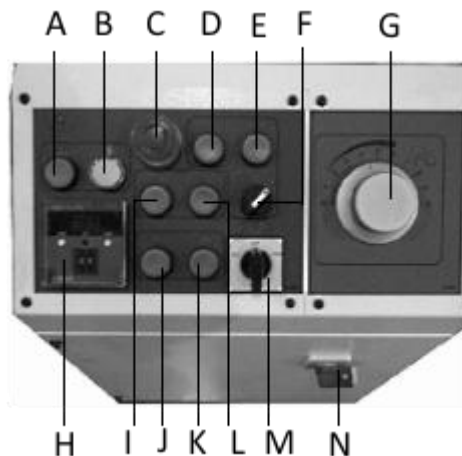

Рис.2
Переведите главный выключатель (N, рис.2) в положение «ON». Загорится индикатор сети (B, рис.2)
Нажмите кнопку (A, рис.2) для включения насоса гидростанции.
Нажмите кнопку (I) для автоматического подъема пильной рамы до касания концевого выключателя подъема. Если пильная рама не поднимается, проверьте правильность подключения проводки. Раскройте тиски, нажатием кнопки (K, рис. 2). Разместите заготовку в тисках, зажмите заготовку (J) При нажатии на кнопку.
Переведите выключатель (F, рис.2) в ручной режим работы, нажмите кнопку (D, рис.2). Продвиньте заготовку на нужное расстояние, пользуясь переключателем подачи (M, рис.2)
Переведите переключатель (F, рис.2) в автоматический режим работы.
Запустите цикл, включив движение пилы (E, рис.2). Ленточное полотно начнет двигаться, а пильная рама опускаться, идет процесс отрезки. Скорость опускания рамы можно регулировать ручкой (G, рис.2).